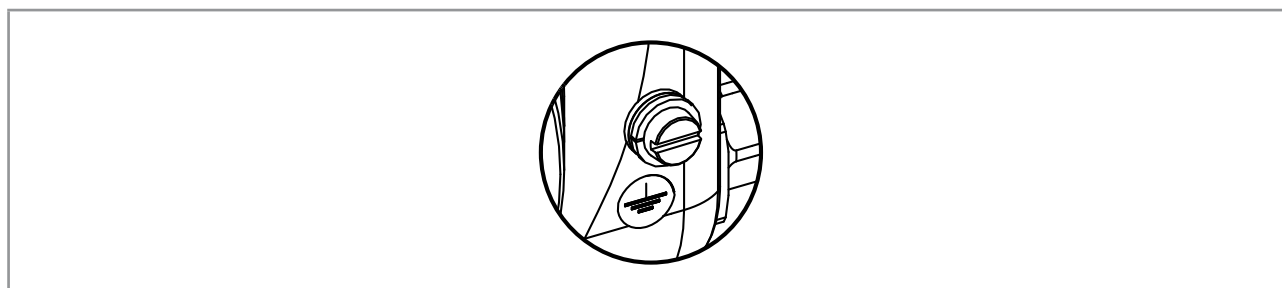

Fig. 38 : Vis de terre fonctionnelle sur la face extérieure de l'appareil
- Brancher le fil de terre fonctionnelle à la vis de terre fonctionnelle, voir Fig. 38.